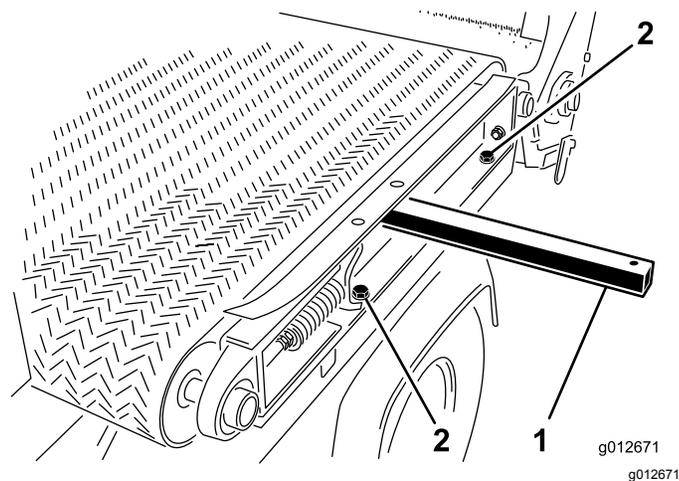

Figura 29
- No lado esquerdo da máquina, retire os dois parafusos e as duas anilhas que prendem a calha da estrutura de deslizamento ao guarda-lamas esquerdo (Figura 29).
- Insira uma barra de elevação através do furo na calha esquerda da estrutura de deslizamento e eleve a barra para inclinar ligeiramente a estrutura; consulte a Figura 29 em Desmontar a plataforma lateral \(página 24\).